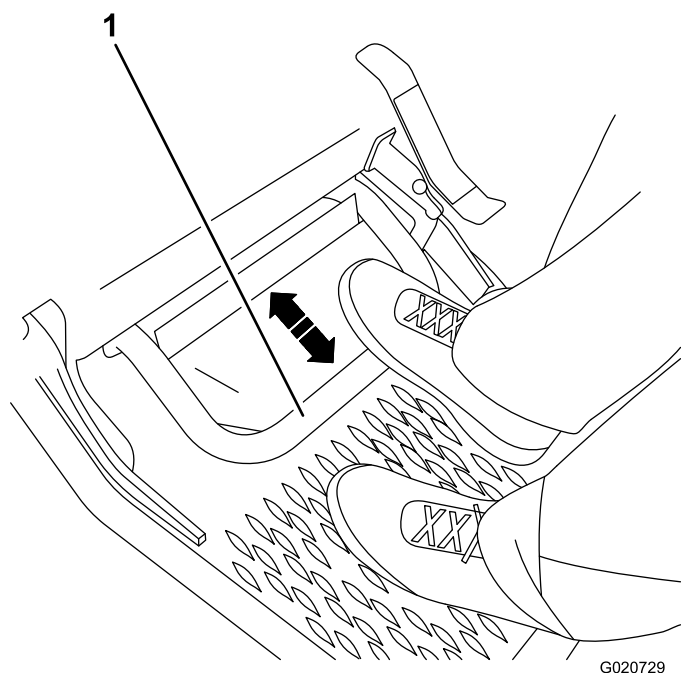

Figure 30
4. Appuyez sur la pédale du frein de service (Figure 30).
2. Appuyez sur la pédale du frein de service (Figure 30).